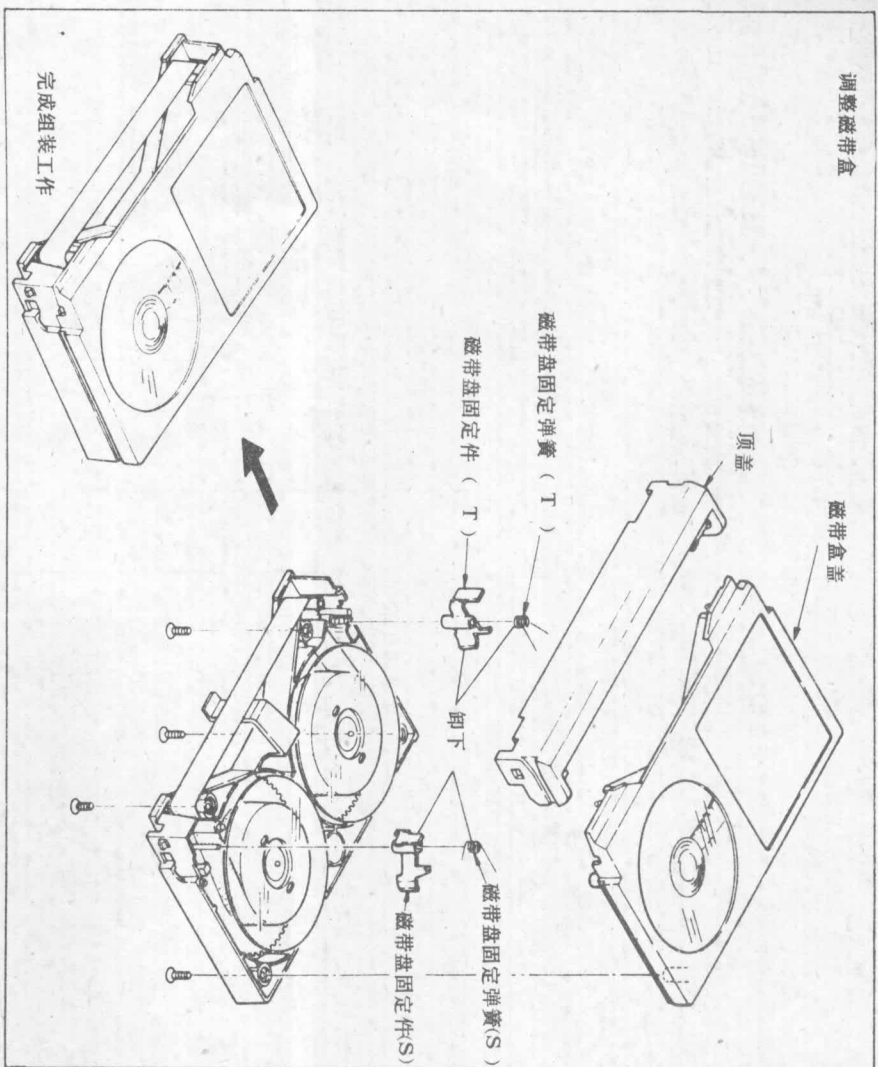

图 40 磁带支架调整
- 1) 校正调整磁带 KR5-2H 时，磁带盘的位置不要弄错。参看图 40 并拧下固定上盖及下盖用的 4 个螺钉。卸下上盖及顶盖。从上面卸下顶盖及顶盖张力弹簧。卸下 2 个磁带盘固定弹簧 (T 及 S)。与 2 个磁带盘固定件 (T 及 S)。先组装上盖，确认是否与下盖完全吻合。用 4 个螺钉固定上下二盖。